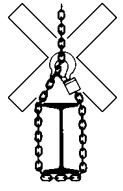

Fig. 4
- De lastketting mag niet als aanslag- stropketting worden gebruikt (Fig. 4).